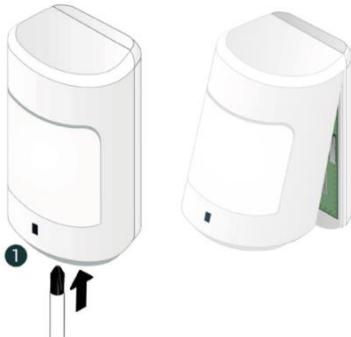

Рисунок 6.2 – Вскрытие корпуса датчика
2.1. Вскройте корпус датчика: при помощи крестовой отвертки ослабьте фиксирующий винт и откройте корпус, потянув за нижнюю часть крышки корпуса (см. рисунок 6.2).
- С помощью индикации на датчике. Для этого вскройте корпус датчика (см. рисунок 6.2) и дважды нажмите на кнопку тампера (8, рисунок 2.1). Посмотрите на индикатор датчика. Соответствие уровня связи и индикации представлено в таблице 9.1.
- 1) Если корпус датчика был закрыт, то вскройте его (см. рисунок 6.2).